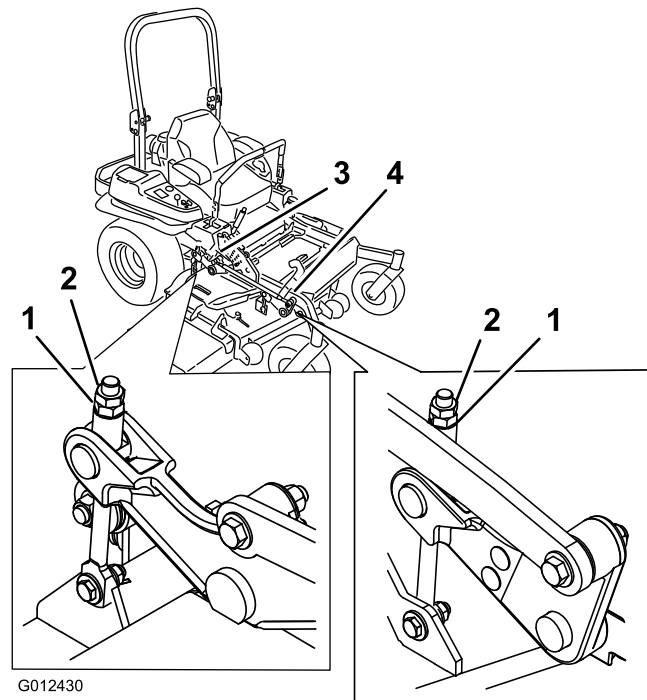

**Figura 93**
- 9. Su ambo i lati del piatto di taglio, misurate dalla superficie piana all'estremità anteriore della lama (posizione A). La misura deve essere di 7,6 cm (Figura 93).
15. Su ambo i lati del piatto di taglio, misurate dalla superficie piana all'estremità posteriore della lama (posizione B). La misura deve essere di 8,3 cm (Figura 93).